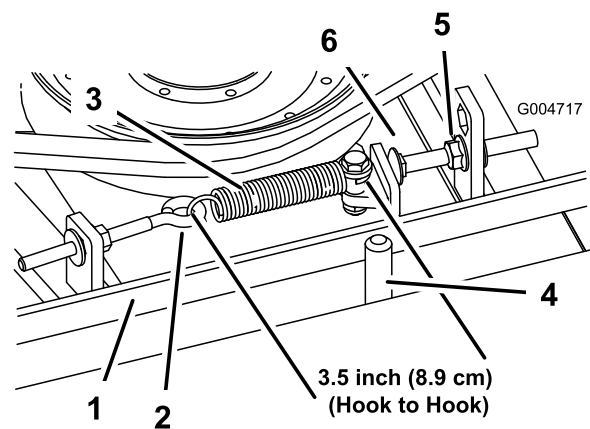

Figura 97
Quando a tensão estiver correta, a medida da mola de extensão (gancho a gancho) deverá ser de cerca de 8,9 cm \pm 0,63 cm (lado interior). Logo que se obtenha a tensão correta da mola, ajuste o pino de fecho (parafuso da carroçaria) até haver uma folga aproximada de 0,32 cm \pm 0,152/0,000 cm entre a cabeça do parafuso e o braço intermédio (Figura 97).
Nota: Certifique-se de que correia está colocada no lado da mola do guia da correia (Figura 97).
2. Desaperte o parafuso com olhal permitindo a remoção da mola de extensão (Figura 97).
3. Desaperte a porca flangeada que fixa o pino de fecho na patilha de montagem. Puxa a porca ligeiramente para trás para permitir que o braço intermédio passe pelo pino de fecho (Figura 97). Retire a polia intermédia da correia para aliviar a tensão da correia.
Nota: Certifique-se de que a correia está colocada no lado da mola do guia da correia (Figura 97).
8. Volte a ligar a mola de extensão (Figura 97) ao parafuso de olhal e aplique a tensão na correia como se segue: